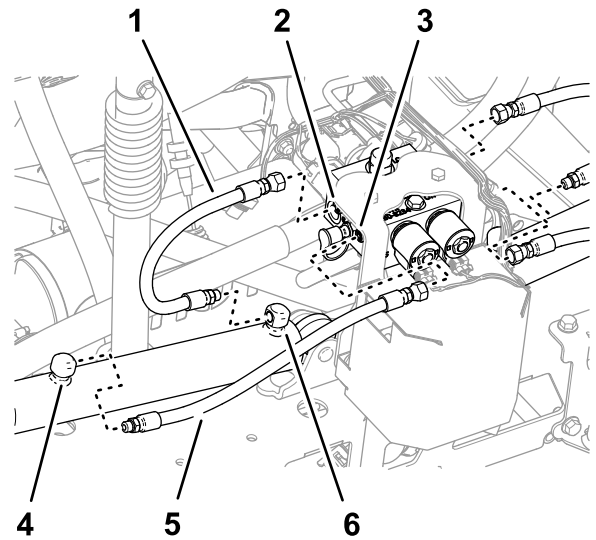

Figura 37
1. Retire las mangueras de los orificios de extensión de los cilindros de elevación derecho e izquierdo (Figura 37).
2. Retire las mangueras de los orificios C2 y C4 del distribuidor de los cilindros de elevación (Figura 37).
3. Retire las mangueras de los orificios de retracción de los cilindros de elevación derecho e izquierdo (Figura 37).
4. Retire las mangueras de los orificios C1 y C3 del distribuidor de los cilindros de elevación (Figura 37).